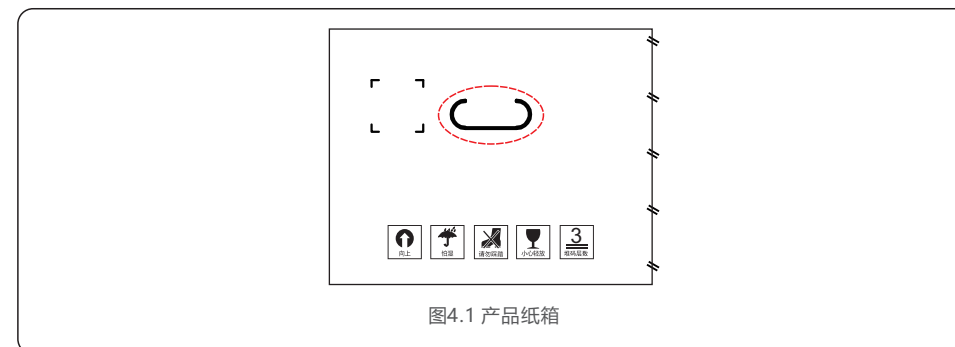

图4.1 产品纸箱
1. 纸箱上的红色区域为扶手区域，可以沿虚线部分去掉椭圆纸片。（如图4.1所示）